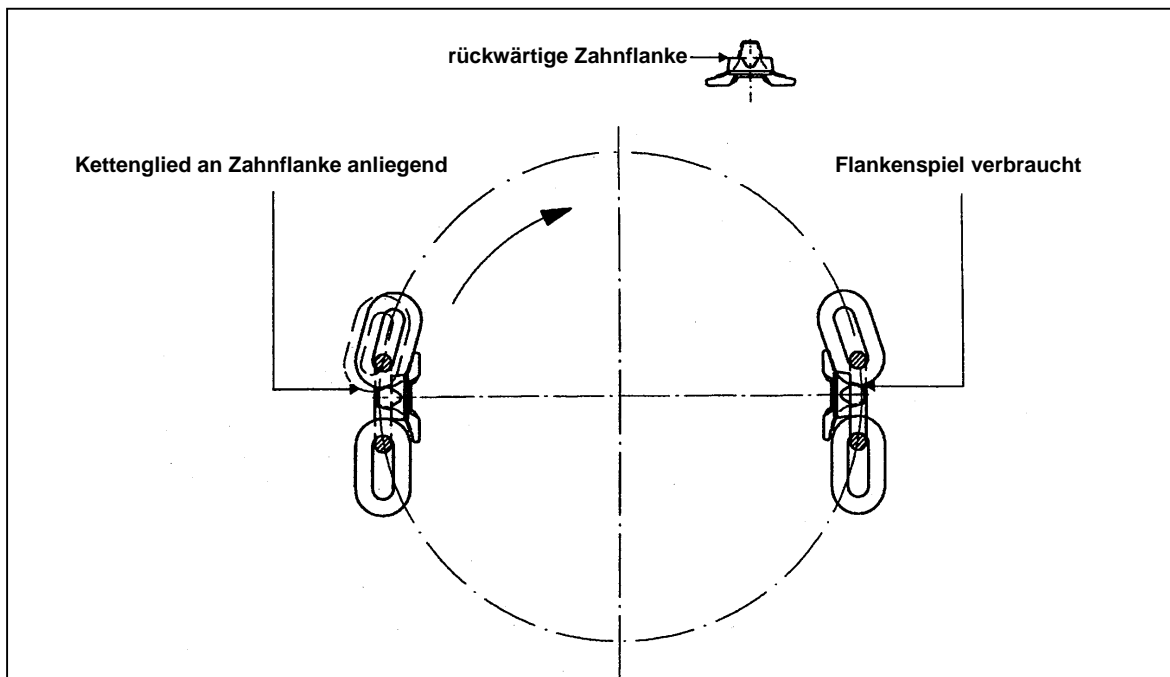

Bild 3
6.1 Bei zu langer Kettenteilung durch Verschleiß (Bild 3 Seite 7)